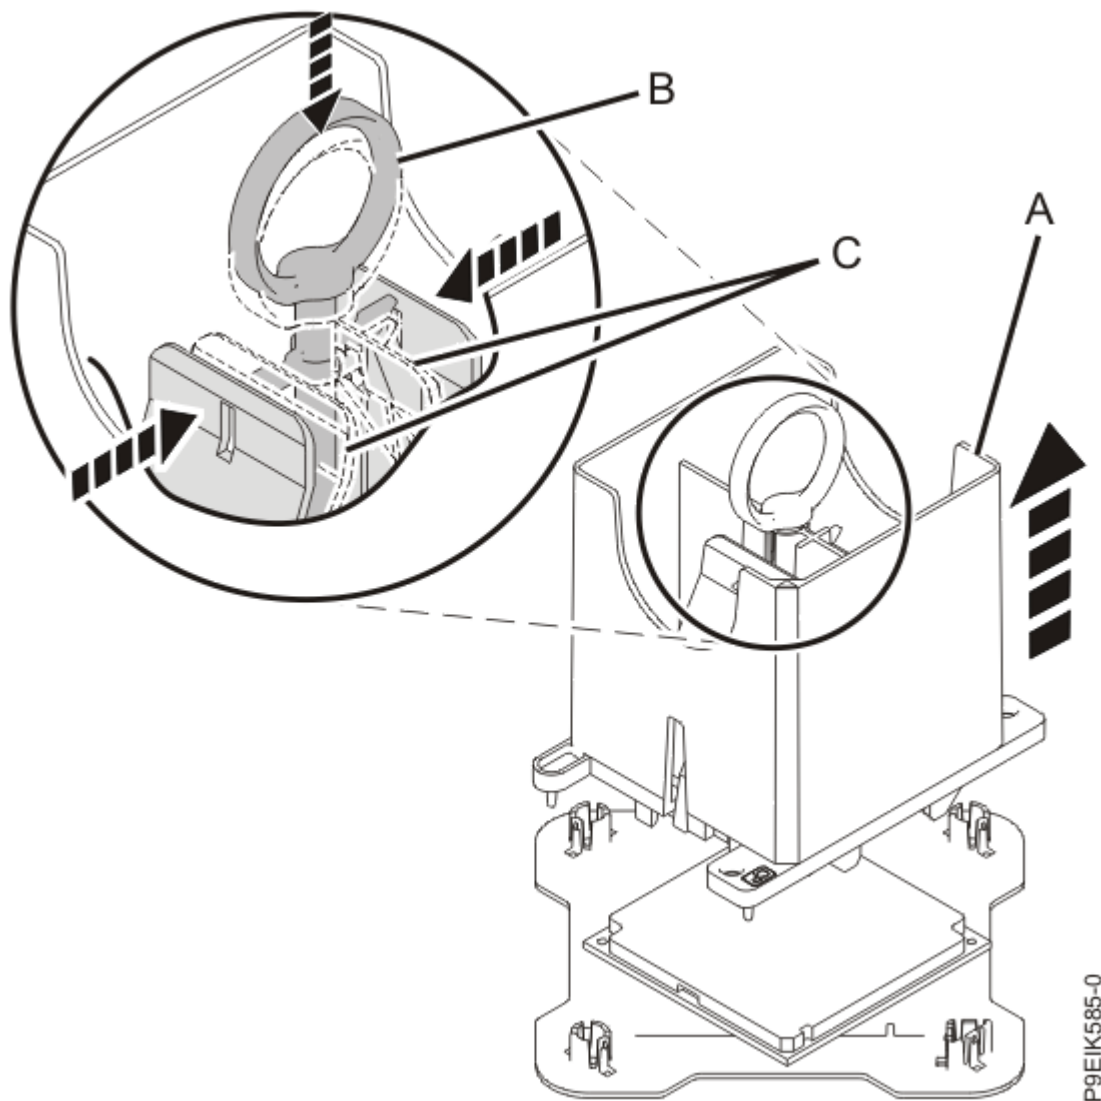

Figura 76. Cómo liberar el módulo del procesador del sistema de la herramienta
9. Abra los pestillos que sujetan el módulo del procesador del sistema en la herramienta de extracción **(A)** suministrada. Empuje el anillo hacia abajo **(B)** a la vez que ejerce presión en las pestañas **(C)**. Consulte la Figura 76 en la página 95.